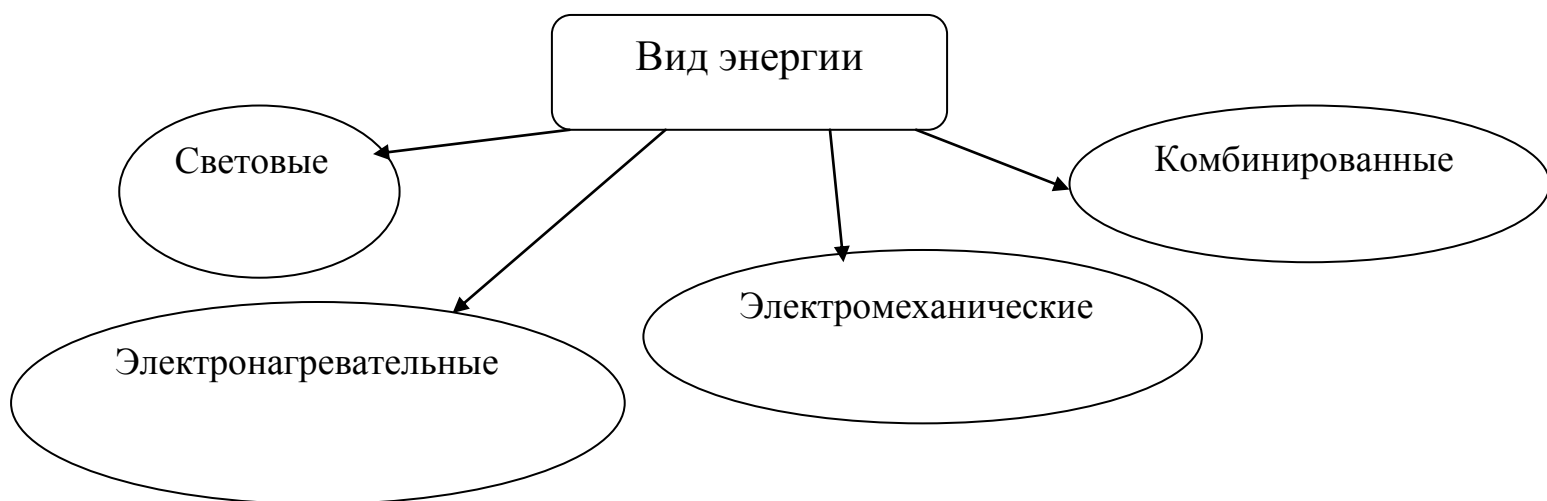

Рисунок 7 - Классификация электроприборов по виду энергии.
7. По виду энергии, в которую преобразуется электрическая энергия при работе бытовые электроприборы и машины подразделяются (рисунок 7).
Электробытовые товары классифицируют на классы (рисунок 7).